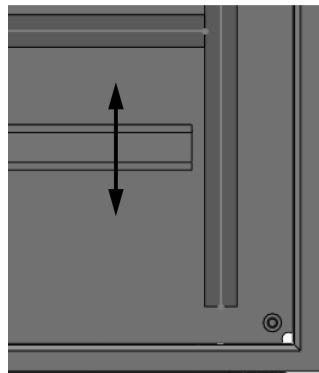

图11-17 调整导轨
**注意** 三个034486设备依然有一定自由度可以上下调整，如图11-17所示。